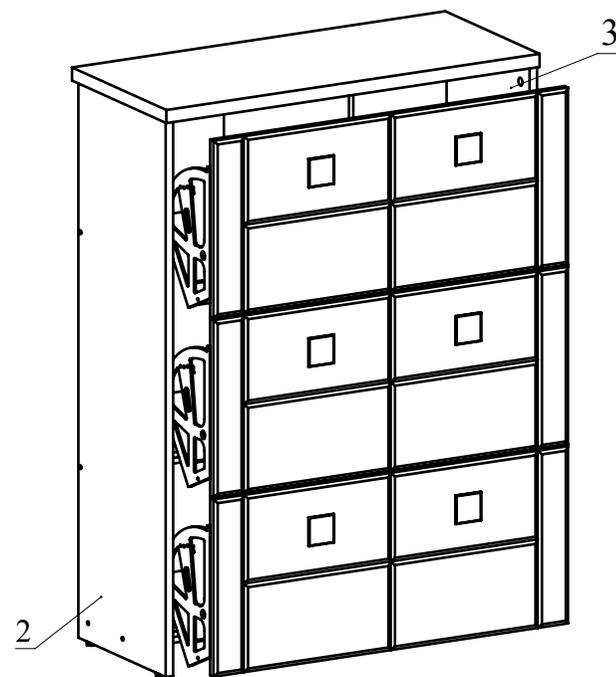

Рис.7
8. Вставьте заглушки минификсов и конфирматов (Рис. 7).